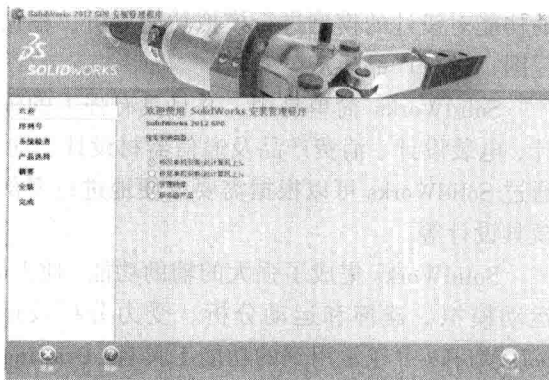

图 1-2 SolidWorks 2012 指定安装类型
(2) 单击“确定”按钮，出现指定安装类型，如图 1-2 所示。